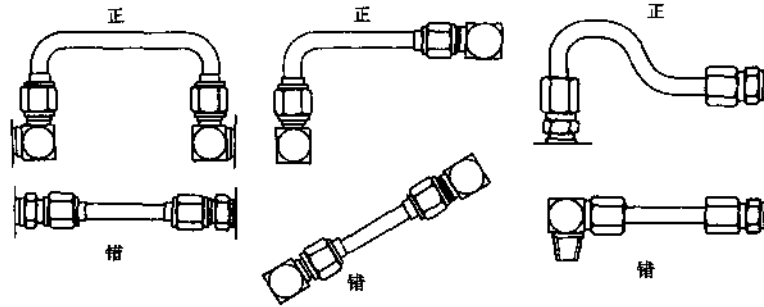

图 30.1-2 硬管正确连接示意图
• 两固定点之间的直管连接, 应避免紧拉直管, 要有一个松弯部分。硬管正确连接见图 30.1-2。这不仅便于装卸, 且也不会因热胀冷缩, 造成严重的拉应力。